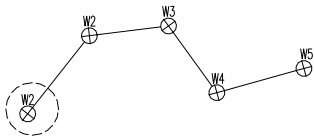

图 6-94 操作结果
**03** 假如在命令行提示“是否自动更新？”时输入 N，则只对所选定的井编号执行增一操作，结果如图 6-94 所示。